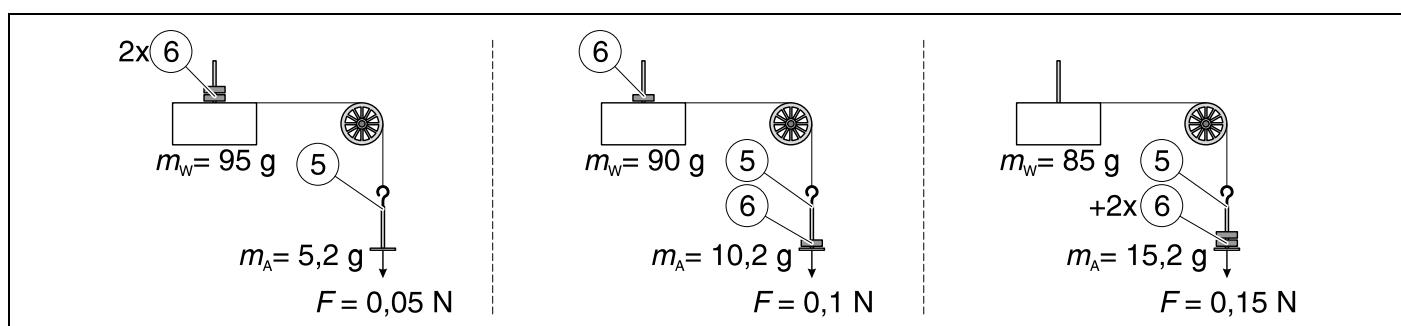

Fig. 3
Attention: En cas d'accélération avec les masses d'entraînement ⑤, ⑥ (337 04), répartir les masses fendues ⑥ conformément à la fig. 3 sur le chariot et le plateau support ⑤ de telle sorte que la masse (totale) accélérée m reste constante:
Tengase en cuenta: En la aceleración mediante las pesas de impulsión ⑤, ⑥ (337 04), distribuir las pesas ranuradas ⑥ sobre el carro y la pesa-disco ⑤ según la Fig. 3 de tal modo que la masa (total) acelerada m permanezca constante: